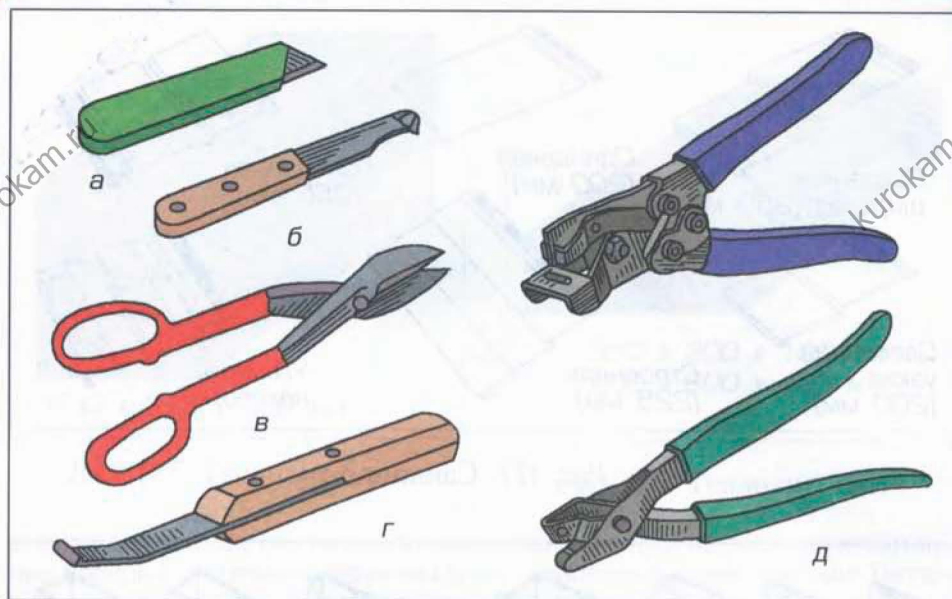

Рис. 179. Инструменты для монтажа панелей сайдинга: *а* – нож, *б* – резак, *в* – ножницы по металлу, *г* – ключ для монтажа панелей, *д* – пробойники
**Виниловый сайдинг** – пластиковая панель из поливинилхлорида (ПВХ) различных расцветок («сайдинг» – с англ. буквально «обшивка фасада») (рис. 177). Соединяются панели в шип подобно «вагонке» (деревянной облицовочной доске); оснащённые замком-защёлкой и пробитой кромкой для гвоздей, они легко собираются в секции любых размеров. Сайдинг прост в монтаже, и для его установки необходимы специальные соединительные (рис. 178) и простые инструменты (рис. 179). Монтировать материал можно на стенах практически любого типа.